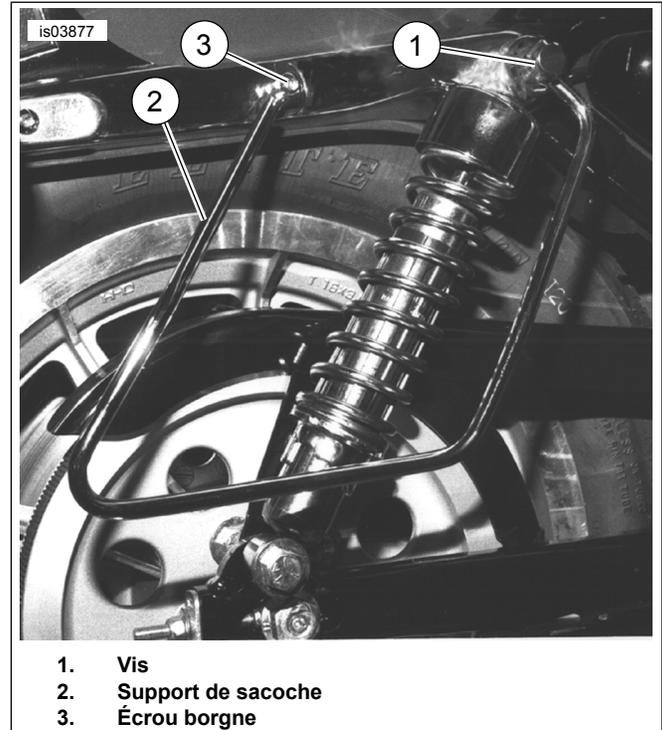

Figure 1. Installation de support de sacocche souple
3. Voir Figure 1. Déposer le boulon à tête bombée et l'écrou d'origine (repère 3) du couvercle de support de garde-boue. **Sur les modèles de 2000 à 2003**, jeter le boulon mais conserver l'écrou pour l'installation ultérieure. **Sur les modèles de 2004 et ultérieurs SAUF le modèle XL1200N**, jeter le boulon et l'écrou. **Sur les modèles XL1200N**, jeter le boulon mais conserver l'écrou pour l'installation ultérieure.